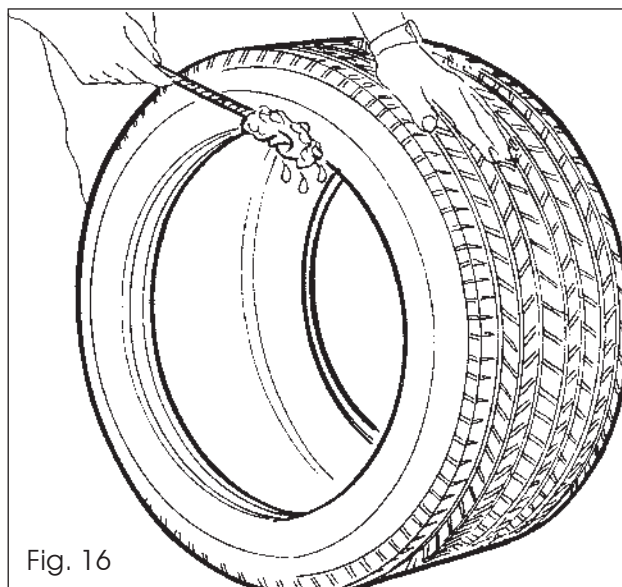

Fig. 16
- ❑ Avant de remonter le pneu, graisser abondamment toute la circonférence des deux talons, en utilisant de la graisse pour caoutchouc agréée par le fabricant du pneu (Fig. 16).